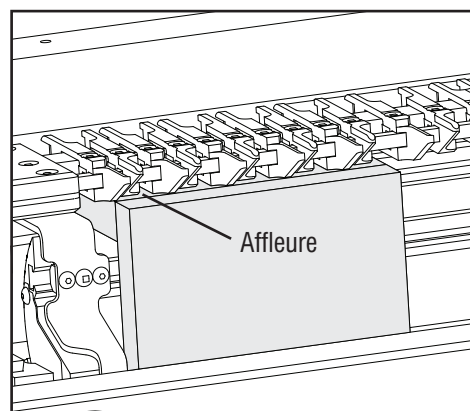

Fig. I19
- Lors de l'assemblage de la première planche (B1), s'assurer que le haut de la pièce affleure la pièce de bois de rebut horizontal. Il faudra vérifier le tout avec une règle droite. (Fig. I19)